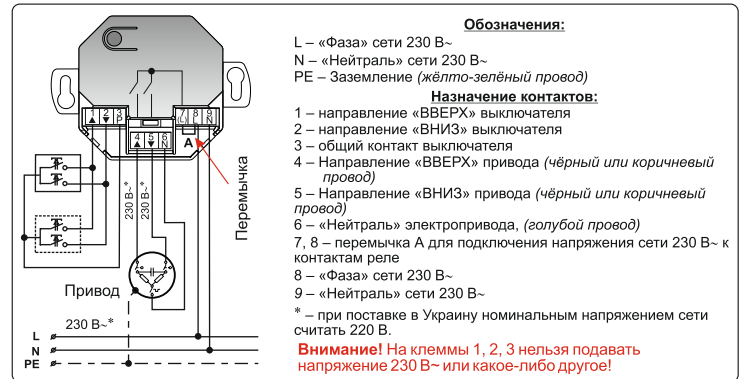

Рисунок 1 – Типовая схема подключения Nero II 8413 UPM
• Подключить провода в соответствии с типовой схемой подключения (рисунок 1).